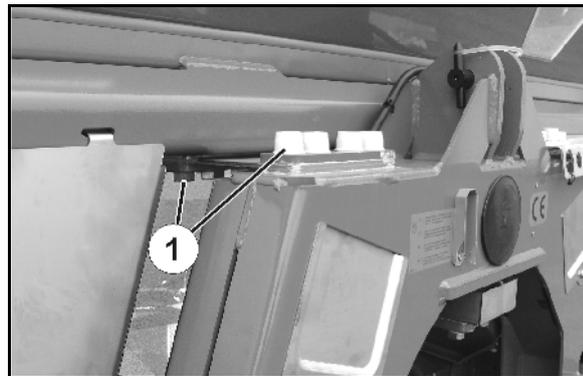

Fig. 52
- 2 x 8 Schrauben der Blattfedern (Fig. 52/1)